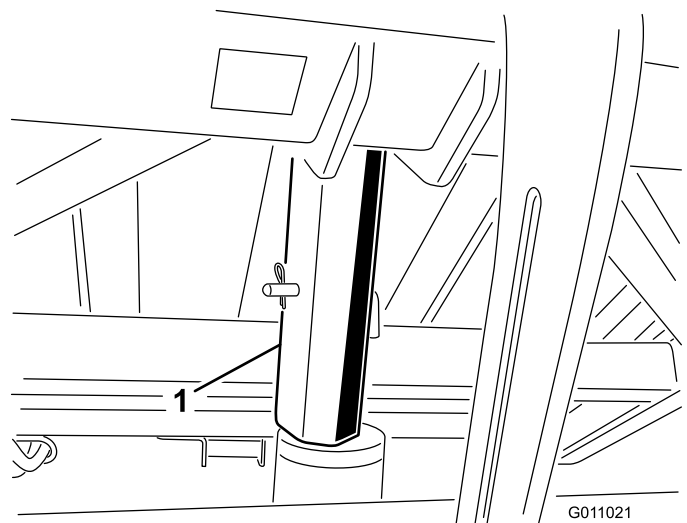

図 24
3. 安全サポートの一端がシリンダの胴に載り、もう一端がロッドの先端に当たるようにして安全サポートをロッドに嵌める（図 24）。ヘアピン・コッターとピンを使って、安全サポートをシリンダに固定する。